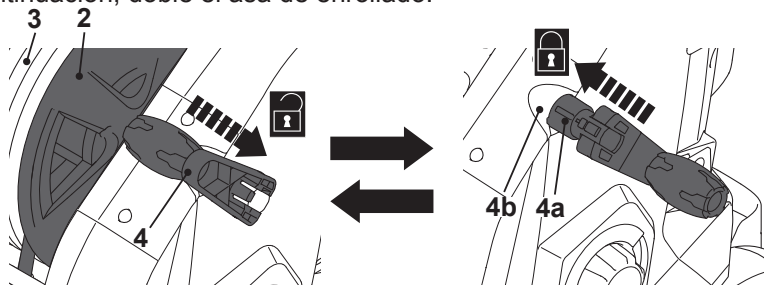

Fig. 15
1. Extraer el asa de enrollado (4) de la carcasa y desplegarla para desbloquear el carrete de la manguera (2) y el asa mismo (Fig. 15).
2. Extraer la manguera de presión (3) del carrete (2) para el funcionamiento.
3. Girar el asa de enrollado (4) en el sentido de las agujas del reloj para enrollar la manguera de presión (3) para su almacenamiento. Libere la presión de la manguera antes de enrollarla: apague el producto con el dial de control y apriete el gatillo de la pistola hasta que se libere la presión.